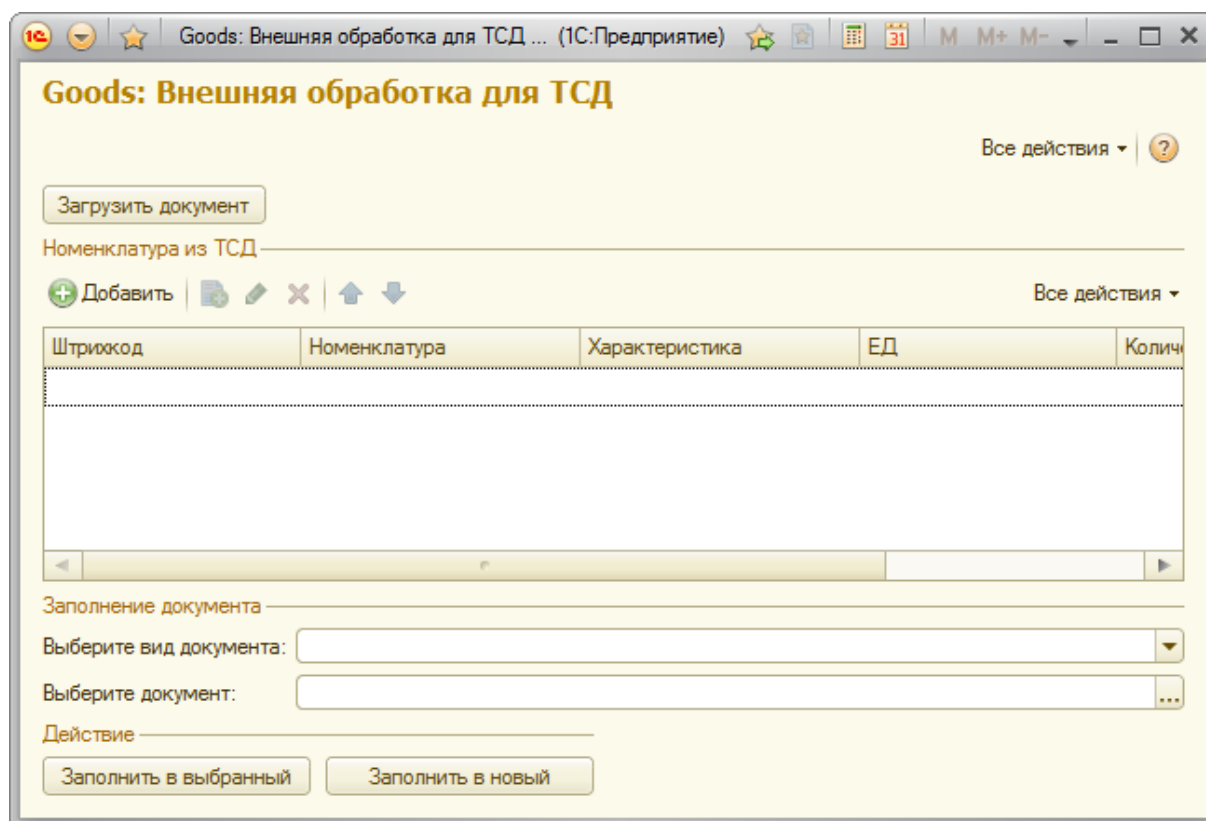

Рис.12 Окно настройки загрузки данных из терминала сбора данных в 1С
- 4) После загрузки данных из накладной в табличной части окна (рис. 12) будут отображены данные, собранные на терминале сбора данных.